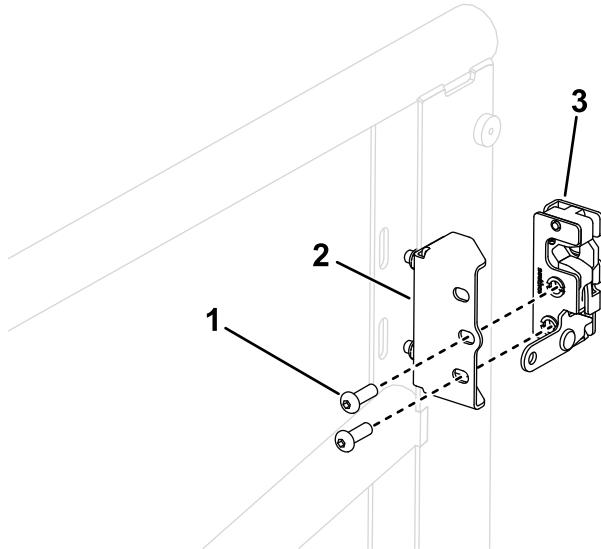

図 6
7. 図6のように、ドアラッチブラケットに左ドアラッチを取り付け六角ヘッドボルトを1012 N·m 1.04-1.27 kg·m = 90110 in-lbにトルク締めする。